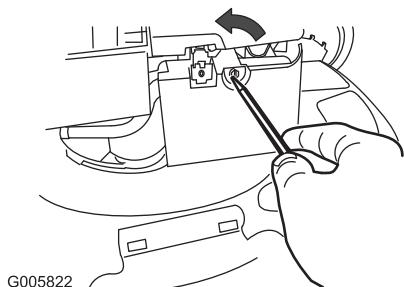

Figure 20
- Ouvrez le couvercle du filtre à air avec un tournevis (Figure 20)